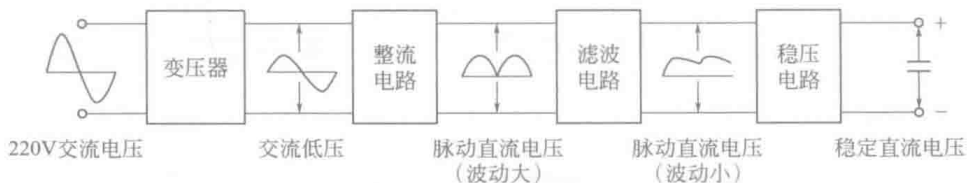

图 1-3 线性稳压电源的组成及各部分的作用
(1) 线性稳压电源工作原理 图 1-3 所示线性稳压电源的组成及各部分的作用。